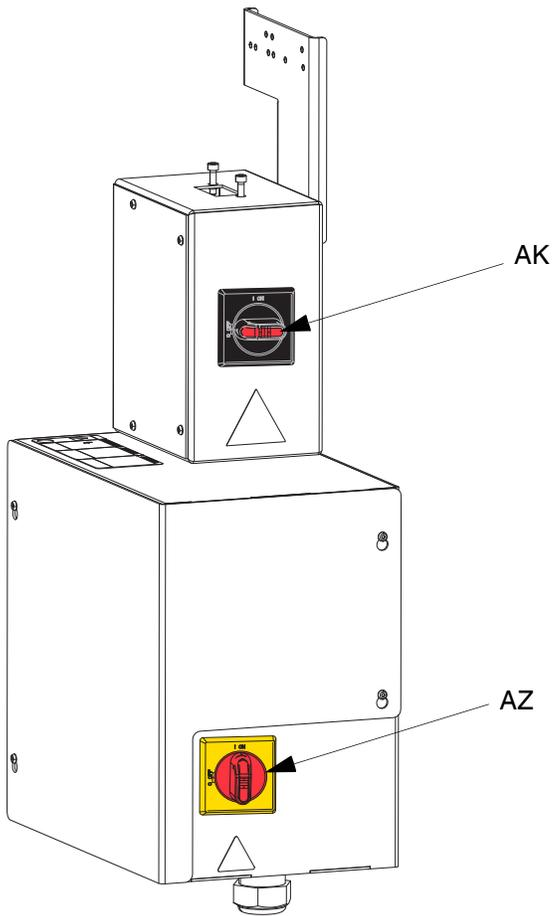

FIG. 30 : Coupure de courant
1. Mettre le moteur électrique (AB) hors tension :
- a. Mettre à l'arrêt l'interrupteur de boîtier de raccordement d'alimentation (AK) noir. Voir la FIG. 30.
- b. Si un système d'alimentation à élévateur en tandem est utilisé, mettre à l'arrêt l'interrupteur noir débranché (AZ) sur l'unité d'alimentation à élévateur qui nécessite uniquement un changement de fût. Voir la FIG. 30.